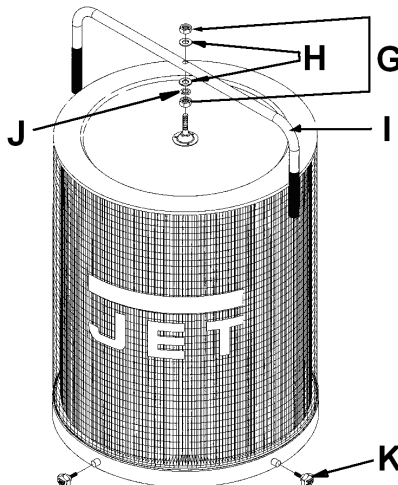

Рис. 12
Установите ручку (I, Рис. 12) и закрепите ее 2 гайками (G), плоскими шайбами (H) и контршайбами (J).
Чтобы очистить фильтр-картридж (опция), поверните ручку (I, Рис. 12) на несколько оборотов, таким образом, пыль упадет в мешок для сбора пыли.